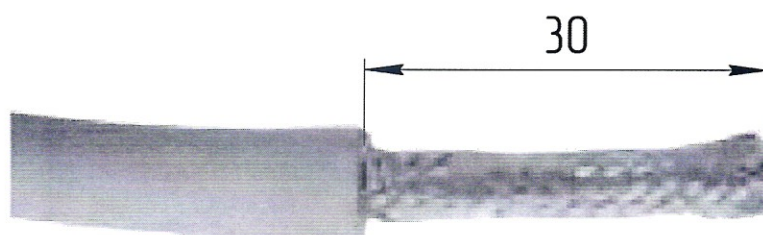

Рисунок 8 – Снятие изоляции кабеля
4.1 Снять наружную изоляцию кабеля на длину 30 мм (рис. 8).